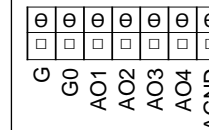

Fig. 2 Schéma de raccordement
- Raccordez les câbles aux bornes conformément au schéma de raccordement Fig. 2